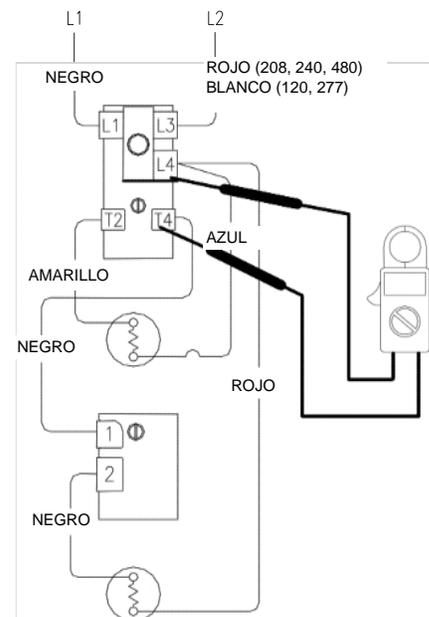

Figura 10
6. Compruebe el voltaje en los terminales L4 y T4 del termostato superior (consulte la figura 10).